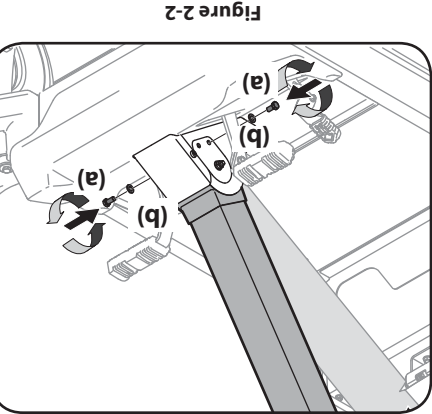

Figure 2-2
2. Placez la colonne du volant de direction à l'une des deux positions et maintenez-la en place avec les vis hex. et les rondelles plates emballées séparément. Voir la Figure 2-2.